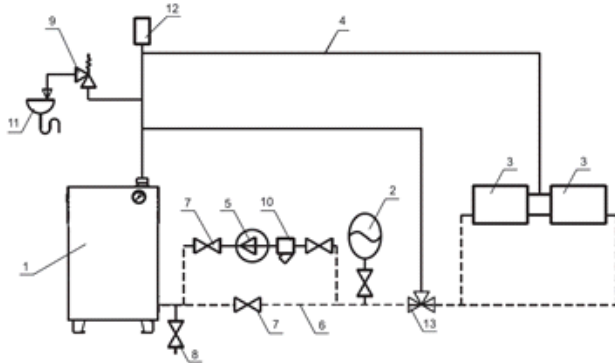
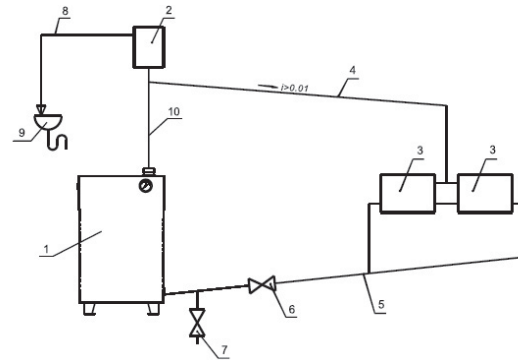

Рис. 4 Схема закрытой системы отопления
Рис. 5 Схема открытой системы отопления
- При наличии стука в системе (гидравлические удары по причине парообразования)-немедленно прекратить горение в топке и дать остыть воде до температуры  $70^{\circ}\text{C}$ , затем долить систему водой через кран (поз.8 рис.4) и вновь растопить котел.
- В зимнее время, если потребуется прекратить топку на срок свыше суток, необходимо, во избежание замерзания, полностью освободить котел и систему отопления от воды через сливные краны (поз.8 рис.4) или (поз.7 рис.5).